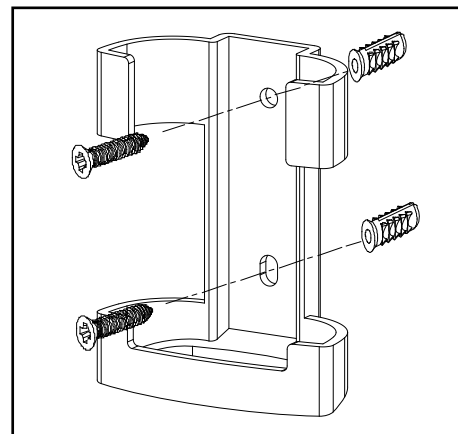

Figura 20
1. Coloca el soporte de pared en la posición deseada y fíjalo a la pared con los tornillos del soporte de pared incluidos. (Figura 20)